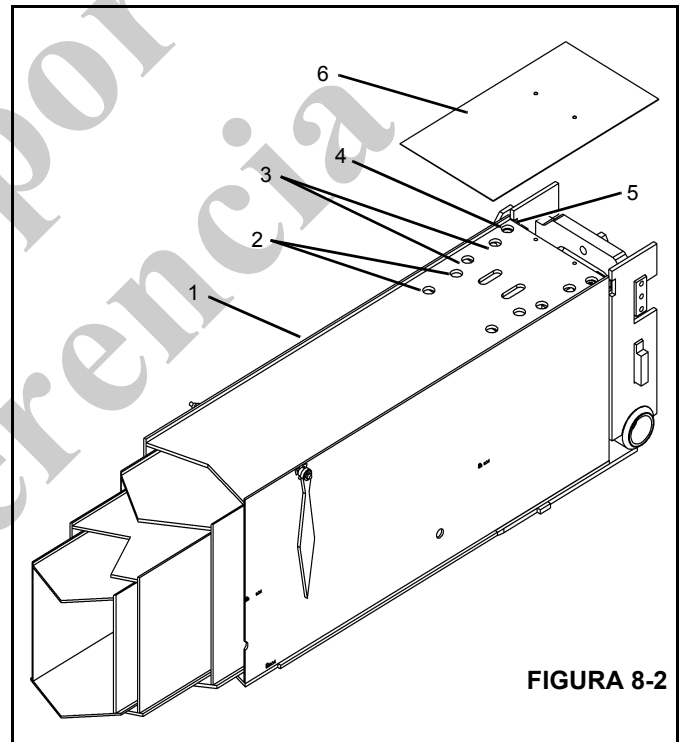

FIGURA 8-2
2. Con la pluma plenamente retraída, saque la placa de acceso (6) ubicada en la parte superior trasera de la 1ª sección (Figura 8-2).
3. Aplique grasa a las almohadillas de desgaste de la 2ª sección a través de los agujeros de acceso (4) de la 1ª sección con una pistola engrasadora (Figura 8-2).
4. Extienda la pluma para alinear los agujeros de acceso de la 2ª sección (3) con las almohadillas de desgaste de la 3ª sección. Aplique grasa a las almohadillas de desgaste de la 3ª sección usando una pistola engrasadora.
5. Extienda la pluma para alinear los agujeros de acceso (2) de la 3ª sección con las almohadillas de desgaste de la 4ª sección. Aplique grasa a las almohadillas de desgaste de la 4ª sección usando una pistola engrasadora.